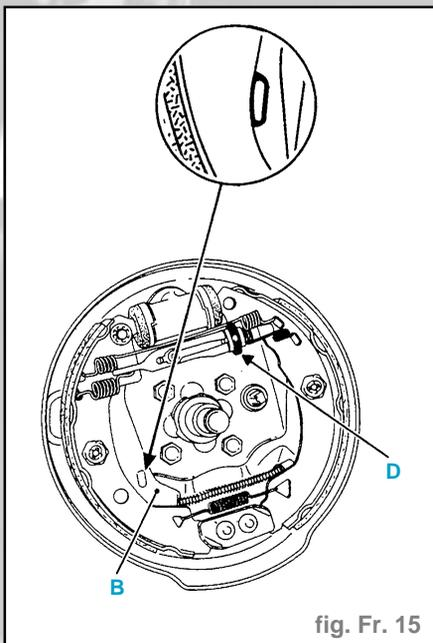

fig. Fr. 15
- Vérifier le fonctionnement du système de rattrapage de jeu automatique en agissant en rotation sur le secteur cranté (D) (s'assurer qu'il tourne bien dans les deux sens), puis le détendre de 5 à 6 dents (fig. Fr. 15).
- de la mise en appui correcte des leviers (B) de frein à main sur les segments (fig. Fr. 15).